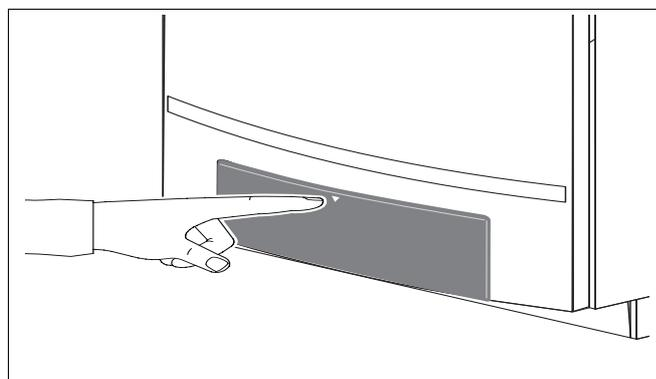

Fig. 30 Aprire il pannello di servizio
- Aprire il pannello di comando premendolo (fig. 30).